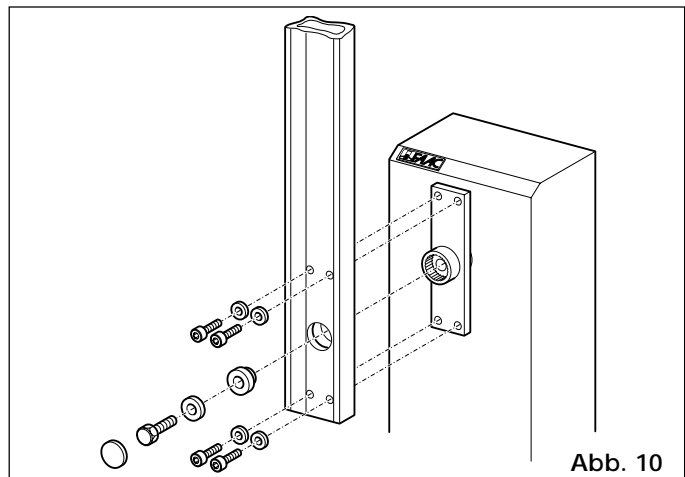

Abb. 10
- 4) Den Balken anhand der mitgelieferten Schraubteile gem. Abb. 10 und 10b einbauen. Den Verschußdeckel anbringen (nur bei 620). Das Gummiprofil des Balkens muß in Schließrichtung zeigen.